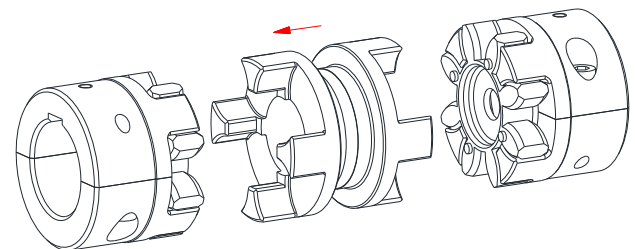

Fig. 18: DKM-H-mellemstykket montering
- Sæt DKM.H-midterstykket ind (se fig. 18), og forskyd aggregaterne i aksial retning, til E- og S-målene er nået (se fig. 3 og tabel 3).